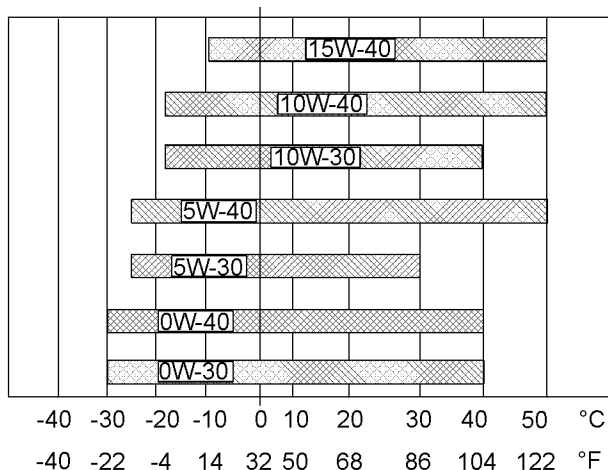

图 43
请参阅图 43 (最低温度) 以确定发动机冷起动时所需要的机油粘度。
请参阅图 43 (最高温度) 以选择发动机在预期的最高环境温度下运行时所需要的机油粘度。
- 请参阅适用的 "机油粘度"。为找到适合您的发动机的机油粘度等级，请参阅图 43。